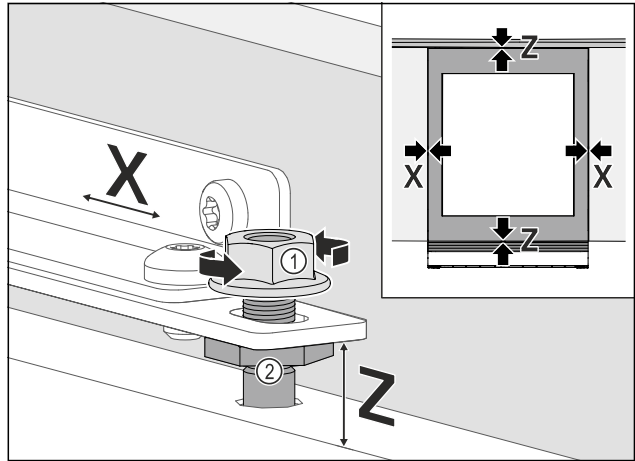

Fig. 57
- Aliniați lateral ușa mobilierului: Slăbiți contrapiulița Fig. 57 (1), deplasați ușa mobilierului în direcția X.
- Strângeți contrapiulițele Fig. 57 (1).
- Aliniați ușa mobilierului pe înălțimea Z și pe înclinarea laterală: Reglați bolțurile de reglare Fig. 57 (2).